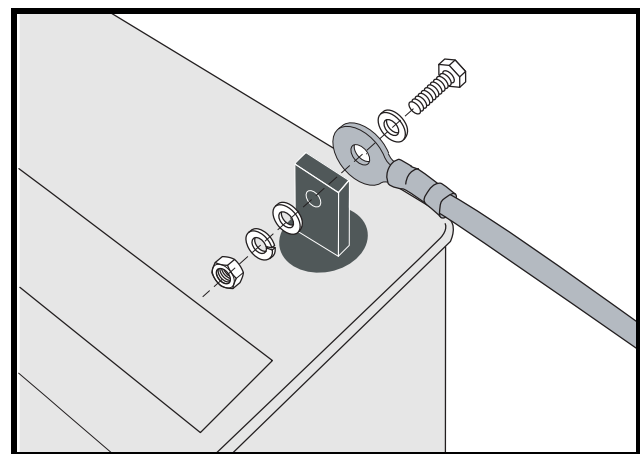

Figure 14. Orientation des fils des batteries
4. Débranchez les câbles des bornes des batteries en soulevant la housse des bornes et en desserrant le boulon et l'écrou sur chaque borne. **Voir la figure 14.**